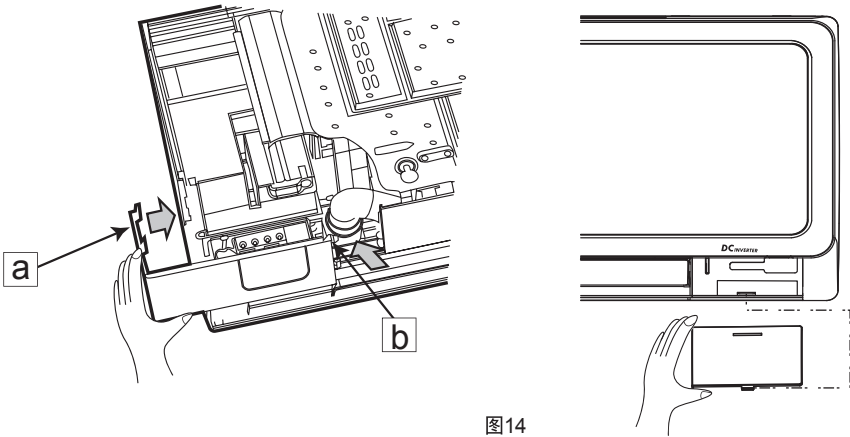

图14
(1) 接线盖板拆去顺序
- 用手将面框右下角风室下盖板 **a**、**b** 处的勾子沿箭头方向拉，将风室下盖板取下。(如图14)
(2) 电线连接顺序
- 用向上的力推出接受窗下部卡扣，取下接受窗。(如图14)